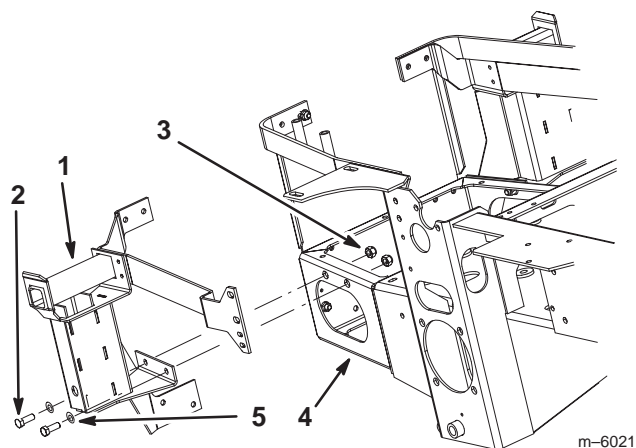

Bild 12
4. Befestigen Sie die Graskollektorbefestigungshalterung mit zwei Schrauben (3/8 x 1 Zoll), zwei flachen Scheiben (3/8 Zoll) und zwei Bundmuttern (3/8 Zoll) seitlich an der hinteren Stoßstange (Bild 12).
3. Ziehen Sie die Graskollektorbefestigungshalterung seitlich an der hinteren Stoßstange fest (Bild 12). Siehe Drehmomententabelle.